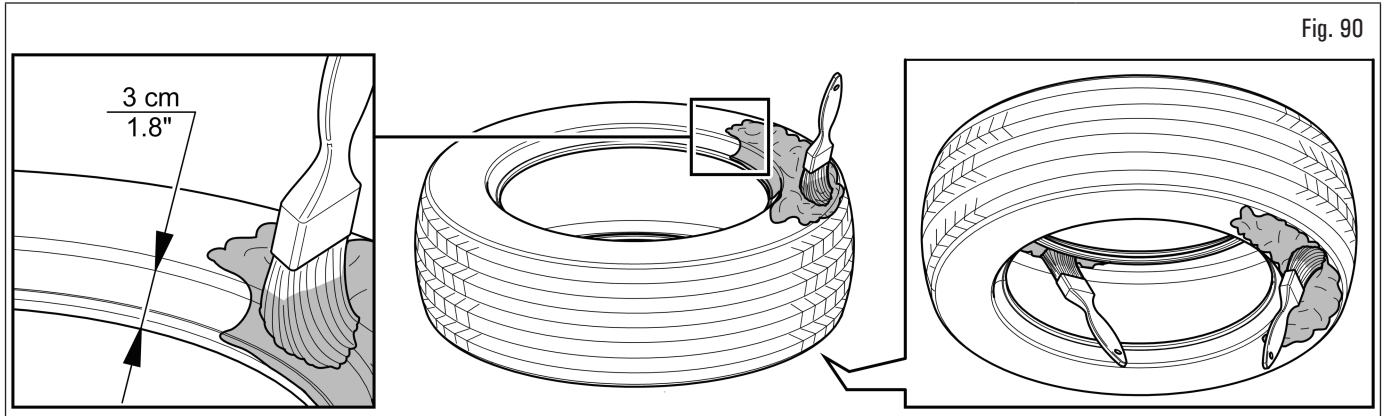

Fig. 90
1. lubrifier abondamment le pneu, qui doit être monté, sur les deux talons et sur le flanc supérieur, à la fois à l'extérieur et, à au moins 3 cm (1,18") du talon, à l'intérieur (Fig. 90) ;